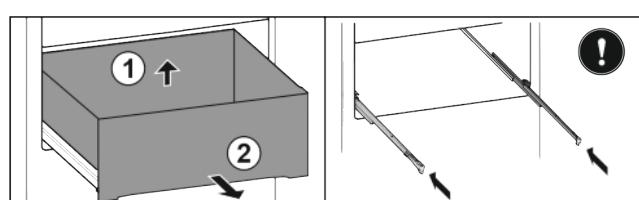

Fig. 38*
- Поднимите выдвижной ящик сзади Fig. 38 (1).*
- Извлеките движением вперед Fig. 38 (2).*